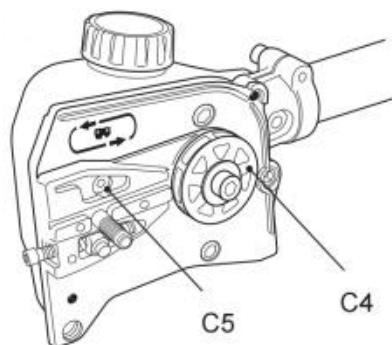

Fig. 70
2. Verifique que el puerto de lubricación (C5) no esté obstruido y límpielo si es necesario para garantizar una lubricación adecuada de la barra guía y la cadena de la sierra durante la operación. Utilice un cable suave lo suficientemente pequeño como para insertarlo en el orificio de descarga de aceite (Fig. 70).